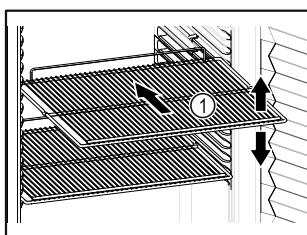

Fig. 48 Vejledende illustration
- ☐ Tilpas højden, når bæreristene Fig. 48 (1) kan flyttes.